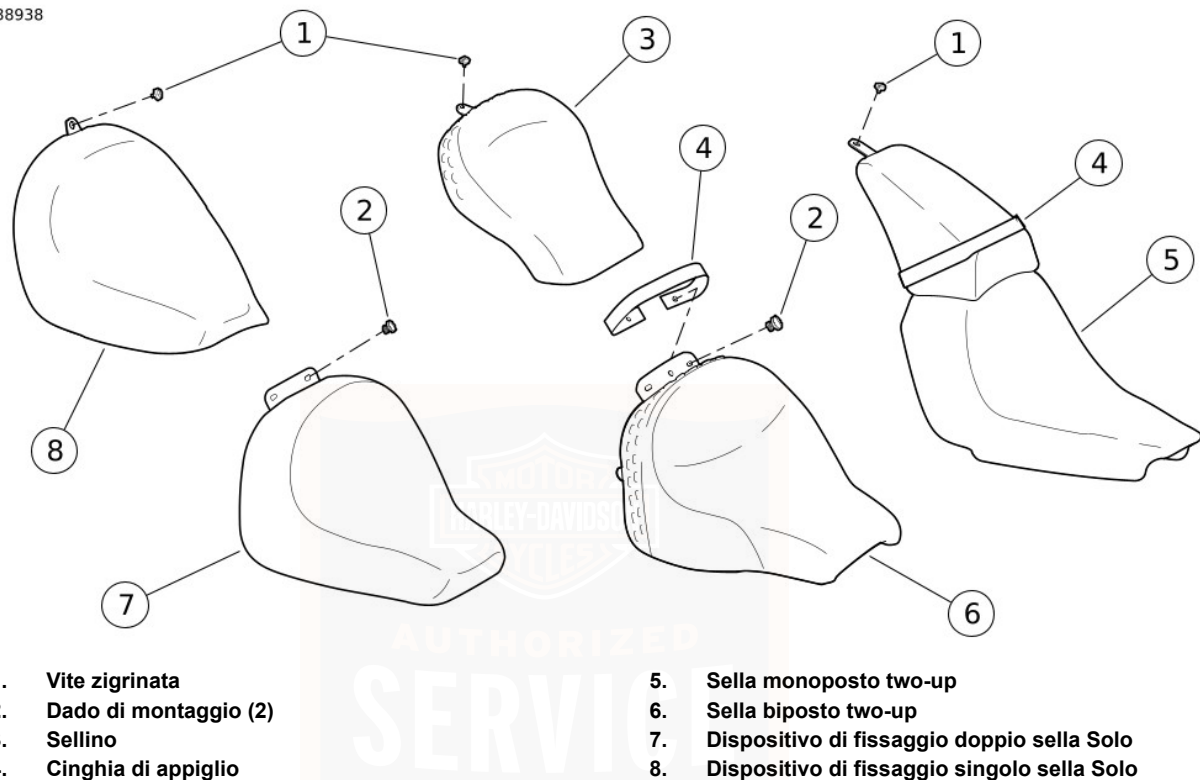

Figura 81. Sella: Modelli Softail
1. Vedere Figura 81.
- a. Rimuovere la vite zigrinata (1).
- b. Rimuovere il sellino del passeggero (3) con uno spostamento verso il posteriore.
- c. Rimuovere i dadi di montaggio (2).
- d. Sollevare la parte posteriore della sella (6) dai perni di montaggio e far uscire la linguetta della sella dal telaio.
- e. Rimuovere la cinghia di appiglio (4), se necessario.
- a. Rimuovere la vite zigrinata (1) o i dadi di montaggio (2).
- 1. Vedere Figura 81.
- a. Installare la cinghia di appiglio (4), se necessario.
- b. Installare la sella (5) verso la parte posteriore, attraverso la cinghia di appiglio.
- d. Installare la vite zigrinata (1). Serrare.